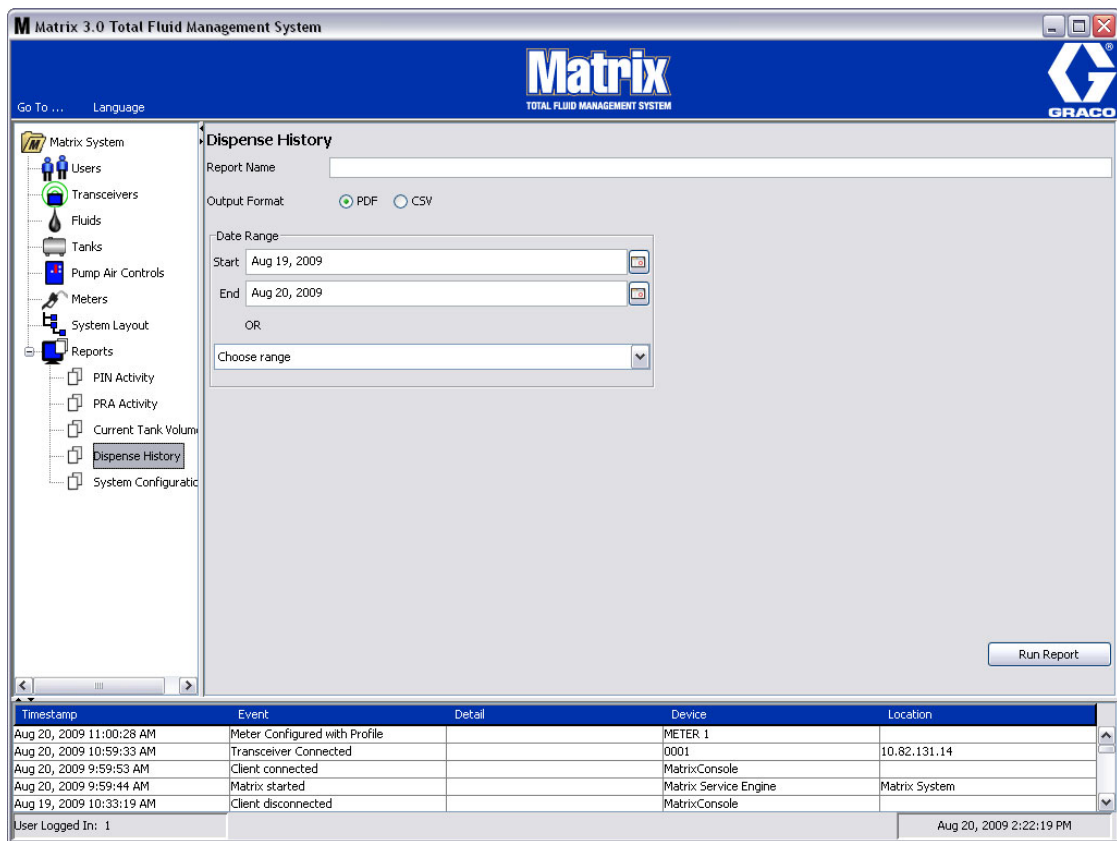

FIG. 107
- **Historial de (dispensación FIG. 107)**